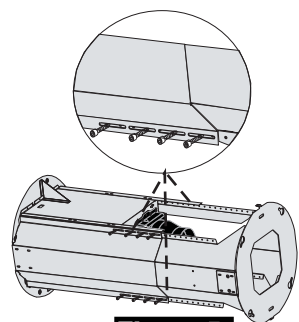

Figura 5
- 3) Para manter a distância mencionada no item 1, retire os parafusos que mostra a Figura 5 e arranje local do bloco de motor composto por 2 blocos puxando-o para fora ou empurrando-o para dentro.